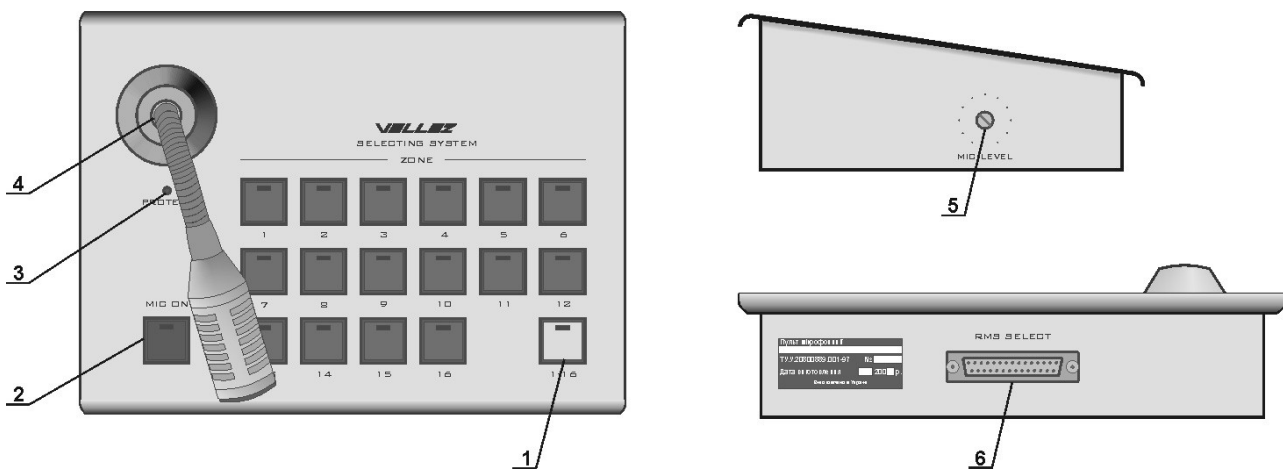

Рисунок 21
9.2.15. Розміщення та призначення органів управління на пульті мікрофонному дистанційному вказано на рис. 21.